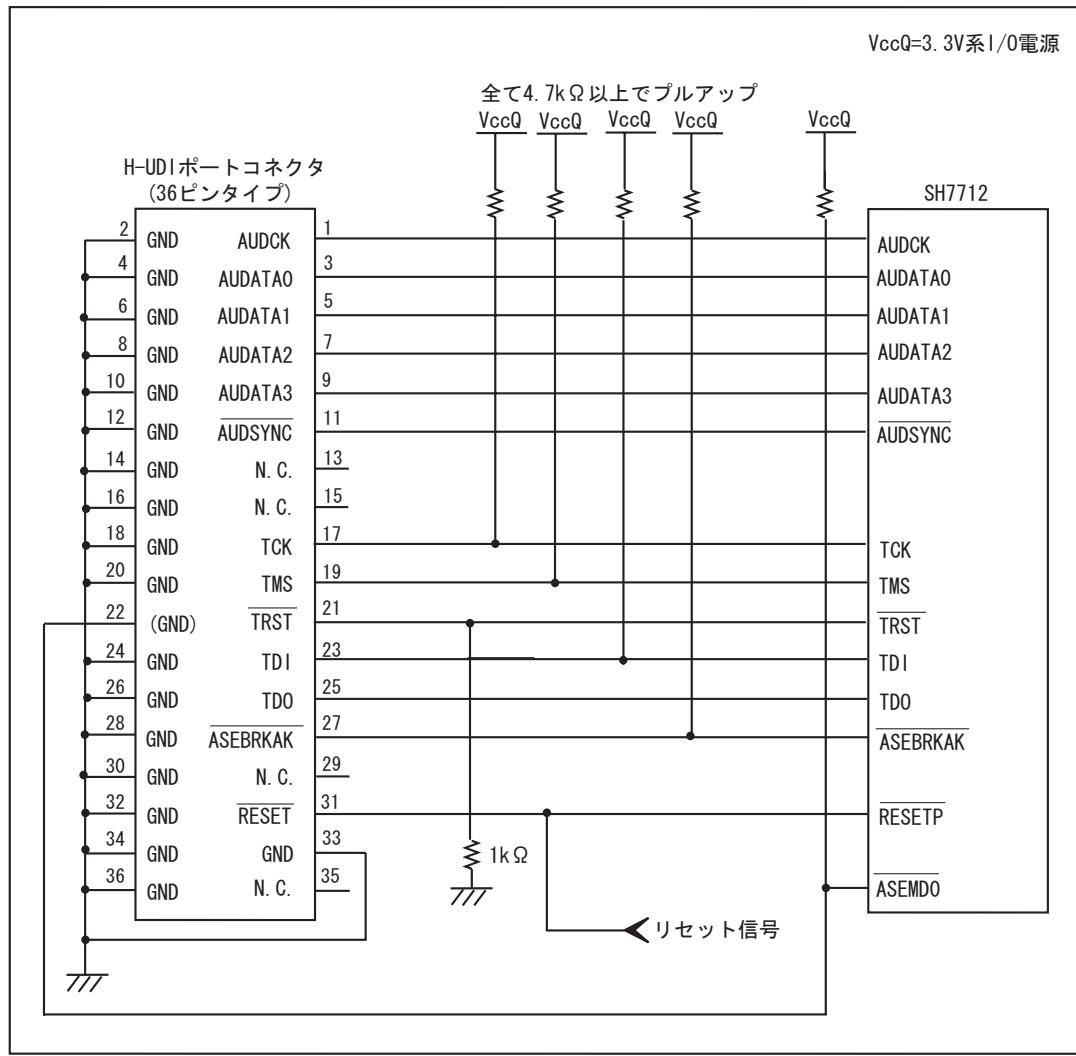

図 1.4 E10A-USB 使用時の H-UDI ポートコネクタ - チップ間の接続例
E10A-USB エミュレータ使用時の H-UDI+AUD ポートコネクタ(36 ピンタイプ)とチップ間の推奨接続例を図 1.3、UVCC 未接続時の接続例を図 1.4 に示します。
- 図 1.4 接続例で回路を組んだ場合の E10A-USB エミュレータのスイッチ設定 : SW2=0, SW3=1 スイッチ設定の詳細は、「SuperH™ファミリ用 E10A-USB エミュレータユーザーズマニュアル バッガ編 3.8 章 DIP スイッチの設定」を参照してください。